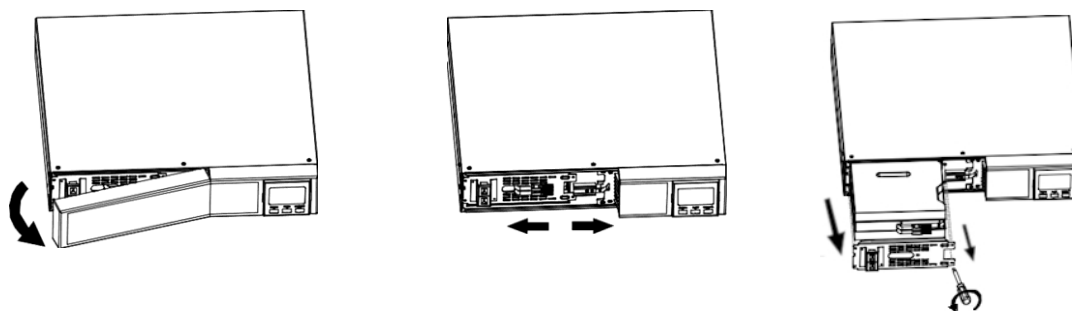

Рисунок 14 – Последовательность извлечения контейнера с батареей из корпуса ИБП
- потянуть на себя за левую сторону и снять левую часть передней панели ИБП (рисунок 14);